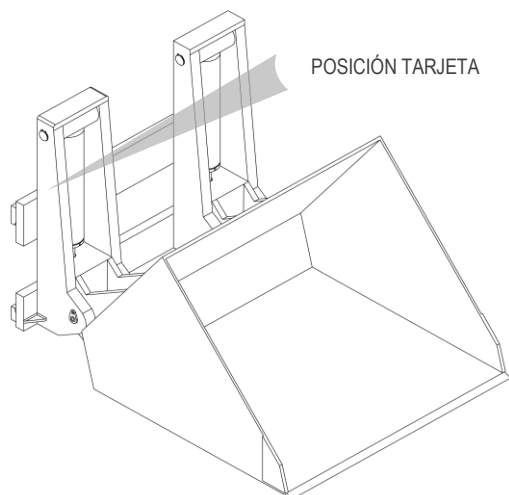
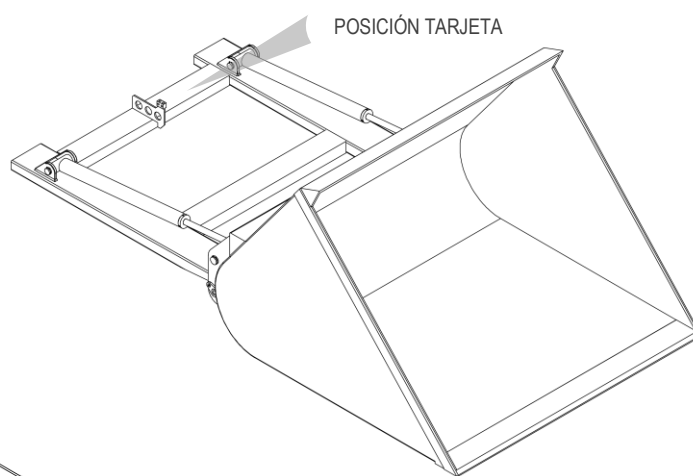
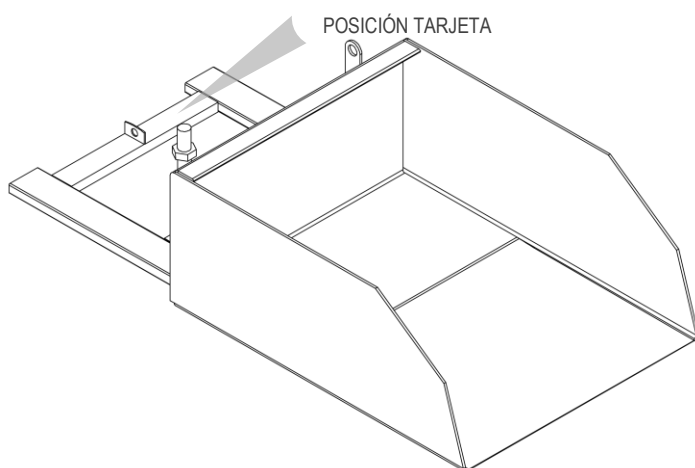

Figura 1
Figura 2
Figura 3
Todos los implementos A.T.I.B. - “CUCHARÓN HIDRÁULICO TIPO 965 | CUCHARÓN HIDRÁULICO SOBRE HORQUILLAS TIPO 971 | CUCHARÓN MECÁNICO SOBRE HORQUILLAS TIPO 968” son identificados de una tarjeta adhesiva (mira *Tabla 1*) puesta sobre el implemento (mira *Figura 1*, *Figura 2* Y *Figura 3*). La posición de la tarjeta puede variar segundo el implemento. Siempre referirse a la matricula.
5. Para la manipulación, utilice correas o cadenas del tamaño adecuado para el peso del implemento indicado en la tarjeta (mira *Figura 1* y *Tabla 1* a pag.7).
9. Conecte el circuito hidráulico; asegurándose de que la presión de trabajo de las tuberías sea superior o igual a la indicada en la tarjeta identificadora (mira *Figura 1* y *Tabla 1* a pag.7).
8. Conecte el circuito hidráulico; asegurándose de que la presión de trabajo de las tuberías sea superior o igual a la indicada en la tarjeta identificadora (mira *Figura 2* y la *Tabla 1* a pag.7).